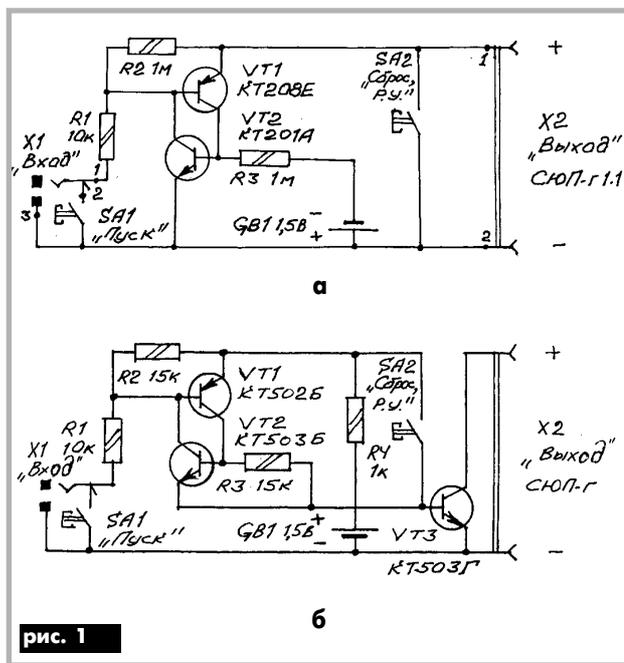

рис. 1
Простейший вариант пульта показан на **рис.1,а**. Транзисторы VT1 и VT2 представляют собой аналог тиристора. Поскольку открывание транзисторов происходит лавинообразно, то схема является также формирователем фронта управляющего импульса. Ее особенность – наличие источника запирающего напряжения на элементе GB1 (1,5 В). Этим достигается устойчивая отсечка ключа. Нагрузочная способность схемы по току несколько ограничена, но защелка может удерживаться весьма малыми токами (например, входным током от часов с питанием 1,5 В).
На **рис.1,б** показана схема модернизированного дистанционного пульта.
**Детали.** Транзистор VT1 (рис.1,а) типов КТ208, КТ209 или КТ501 необходим для обеспечения напряжений и токов коммутации. Для VT2 лучшего варианта, чем КТ201А нет. Для схемы рис.1,б транзистор VT3 – типа КТ503Г.
На чертежах выполнен электрический монтаж согласно схеме рис.1,а. При этом нужно хорошо изолировать корпусы транзисторов как друг от друга, так и от монтажного основания. Монтаж для ва-
рианта рис.1,б практически такой же, однако следует помнить, что элемент GB1 следует установить полярностью, обратной показанной на чертежах.